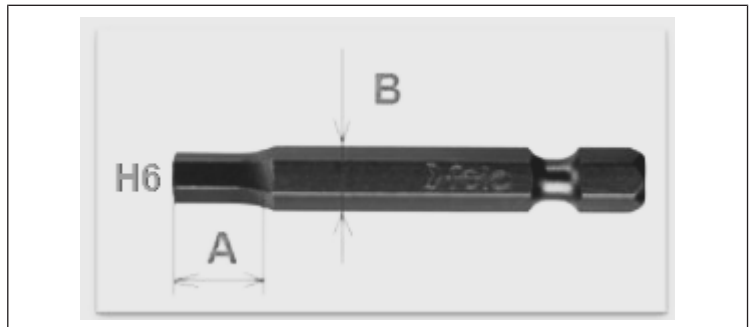

Fig. 4: Chiave a bussola esagonale H6
- 1x chiave a bussola esagonale H6 con lunghezza A > 14 mm, se B = 6,35 mm (1/4"), vedere → Fig. 4